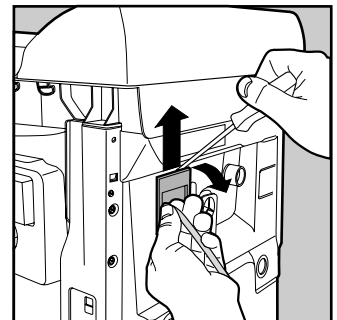

Рис.4
4. Отвинтить 2 внешних крепежных винта фильтра и при помощи отвертки (см. рис. 4) отцепить его от задней стенки, потянув фильтр вверх.